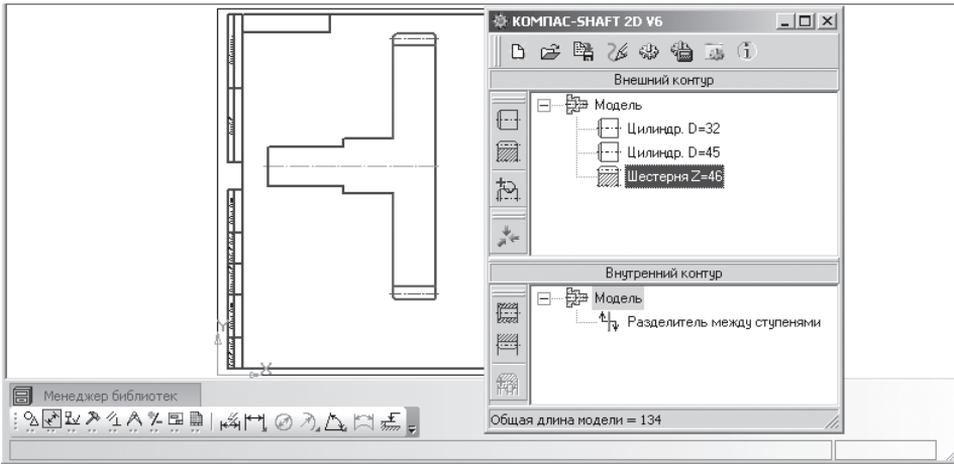

Рис. 3.20. Главное окно системы **Цилиндрическая шестерня с внешними зубьями**
- щелкните на панели инструментов главного окна системы **Цилиндрическая шестерня с внешними зубьями** по кнопке  – **ОК**. Появится внешний контур зубчатого колеса, см. рис. 3.20.